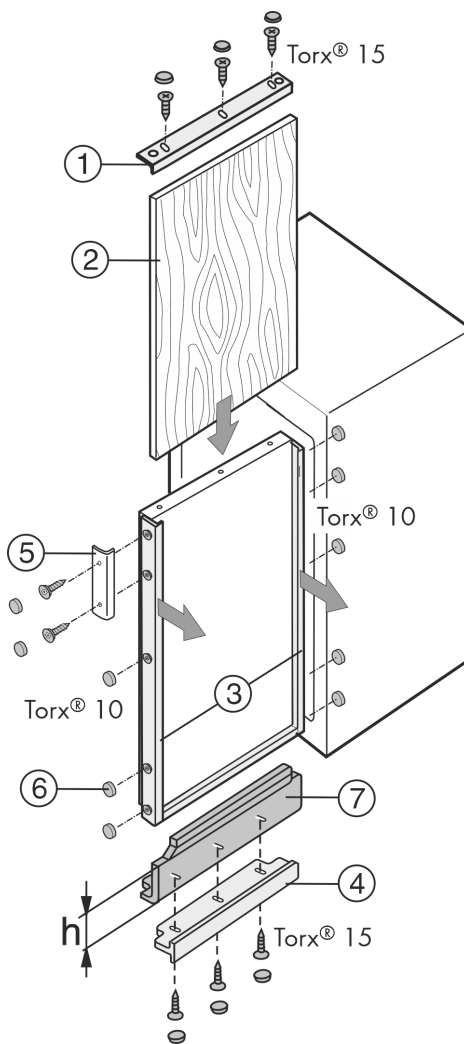

Fig. 42
Εάν υπάρχει ήδη ένα διακοσμητικό πλαίσιο, είναι όμως πολύ κοντό σε ύψος, μπορείτε να το προσαρμόζετε με διακοσμητικά διόρθωσης Fig. 42 (7) διαφορετικού ύψους.